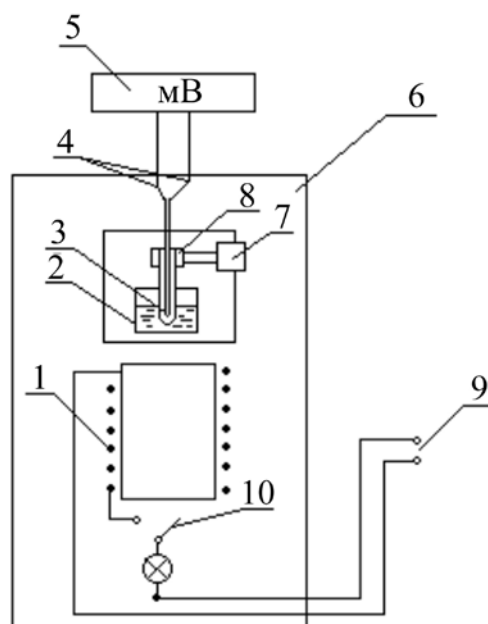

Рис. 1
В экспериментальной установке исследование олова помещено в стальную ампулу 2 (рис.1). Ампулу с оловом можно опустить в электрическую печь 1, либо – для охлаждения олова – поднять ампулу вверх. Положение ампулы фиксируется с помощью стопорного винта 7. Электрическое питание печи включается тумблером 10. Внутри ампулы находится металлическая трубка-чехол с дифференциальной хромель-копелевой термопарой, горячий спай которой 3 расположен в ампуле, а холодный спай 4 — на воздухе. Концы термопары через гнезда и медные провода соединены с милливольтметром 5, измеряющим возникающую термоэдс. Электрическая печь находится в модуле экспериментального стенда.
1. Отвернуть винт 7 ползуна 8 и аккуратно опустить ампулу 2 в печь 1 (рис.1).